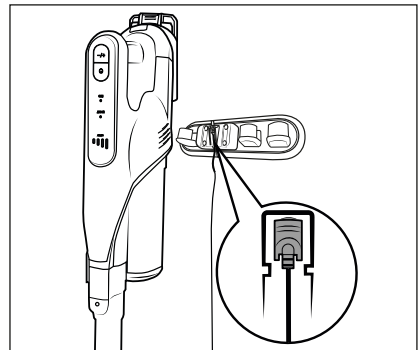

Fig. 6
- ◆ Sæt støvsugeren i vægholderen **17** ovenfra, så hulstikket **10** går ind i ladestikket **2** på undersiden af produktet. Batteriindikatoren **26** begynder at blinke, og opladningen starter (se fig. 6 og 7).